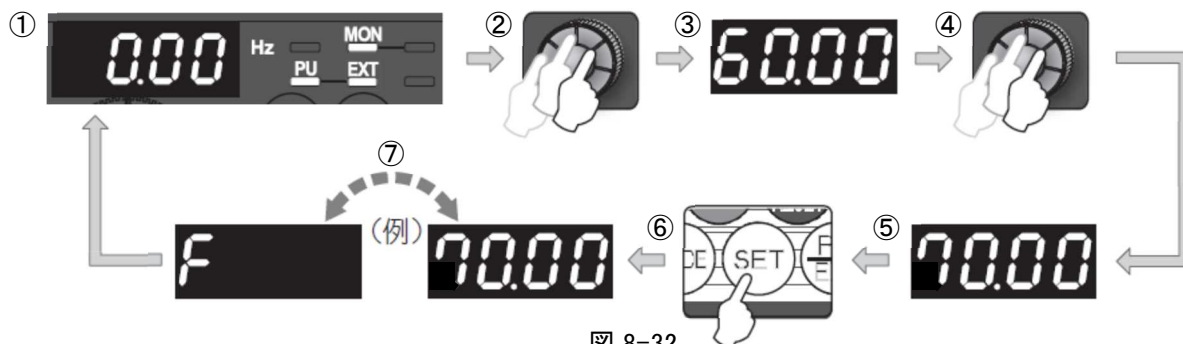

図 8-32
メインコンベア速度を変更するにはまず、マグネット盤上にあるインバータの出力周波数を変更する必要があります。図 8-32 の①～⑦の番号に沿って出力周波数を変更してください。